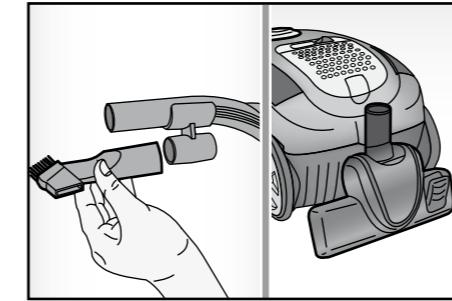

Fig. 5
Riporre quindi l'apparecchio, inserendo il porta accessori (14) sull'impugnatura (18) ed agganciandovi l'aspiratore fessure (15) e l'aspiratore piccolo (13). La spazzola (11) può essere agganciata sul retro dell'apparecchio (Fig. 5).